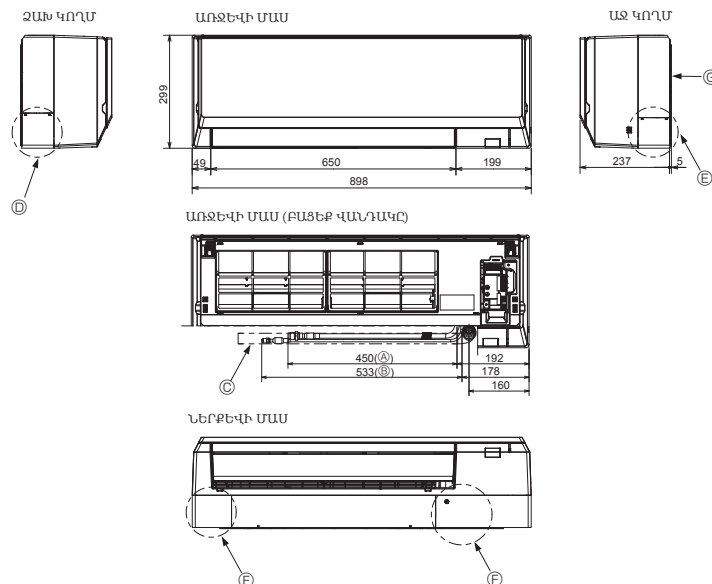

Fig. 4-3
4.3. Սառնագենտի և դրենաժային խողովակների դիրքավորում (Fig. 4-3)
- Մոնոաժային հարթակ ①